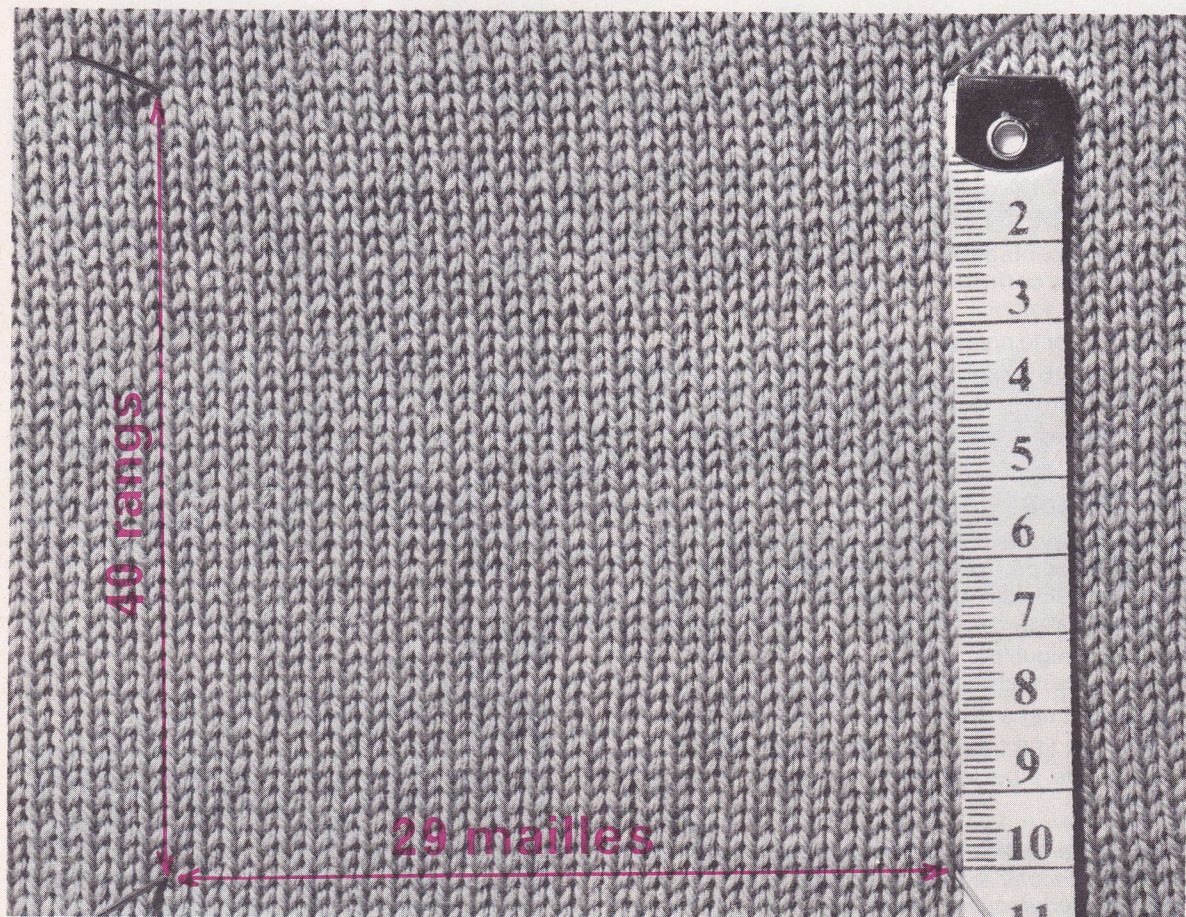

Fig. 179
4°/ **Mesurer l'échantillon** avec précision. Épingler l'échantillon, sans le distendre, de sorte que les rangs soient bien verticaux et les mailles bien horizontales (fig. 179) et mesurer :
- **en hauteur** le nombre de **rangs** sur 10 cm (sur la fig. 179 = 40 rangs),
- **en largeur** le nombre de **mailles** sur 10 cm (sur la fig. 179 = 29 mailles).